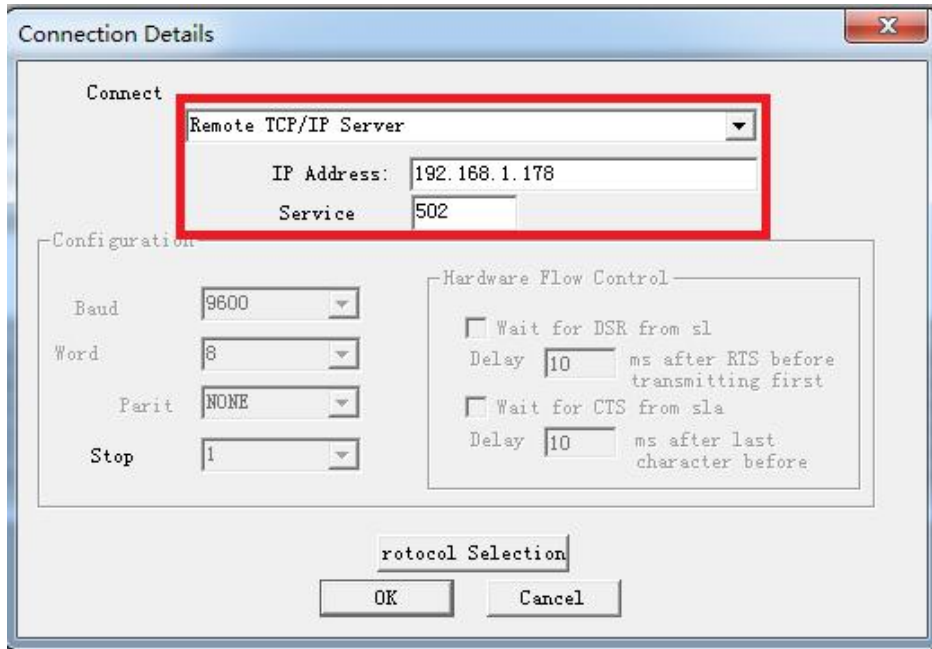

图 1
2. 选择菜单 Connection/Connect, 选择 Remote TCP/IP Server, 输入 RVNet-XJ 的 IP 地址, Service 端口为 502; 点击[OK]按钮, 如图 1 所示。